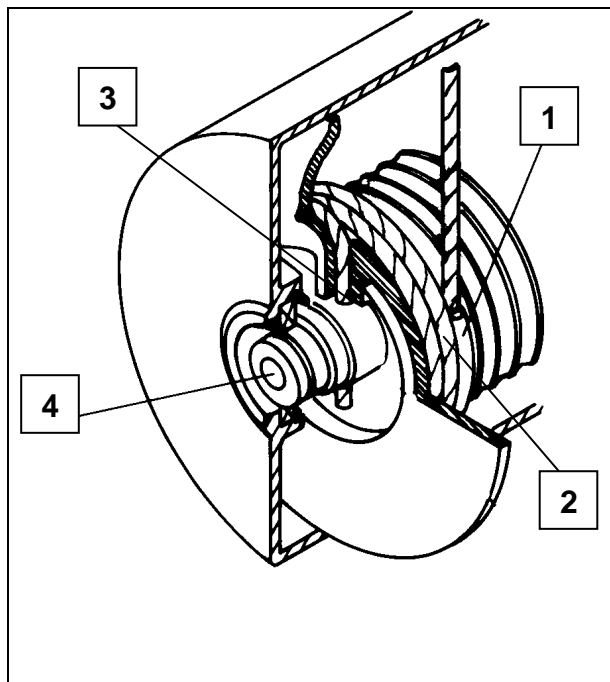

Fig. 29 Seilwechsel an der Seiltrommel
- Das Seil zunächst durch die tangentielle Bohrung (1) der Trommel stecken (siehe Fig. 29).
- Das Seil ca. 1m durchschieben, damit man es in die letzten beiden äußeren Seilrillen (2) legen kann.
- Das Seil wird nun in die Bohrung der Klemmstelle (3) gesteckt bis es in der Kontrollbohrung (auf der Stirnseite des Trommelschutzes) sichtbar wird.
- Seil durch die Schraube (4) in der Welle festklemmen.
- Die beiden losen Seilwindungen (2) straffziehen.